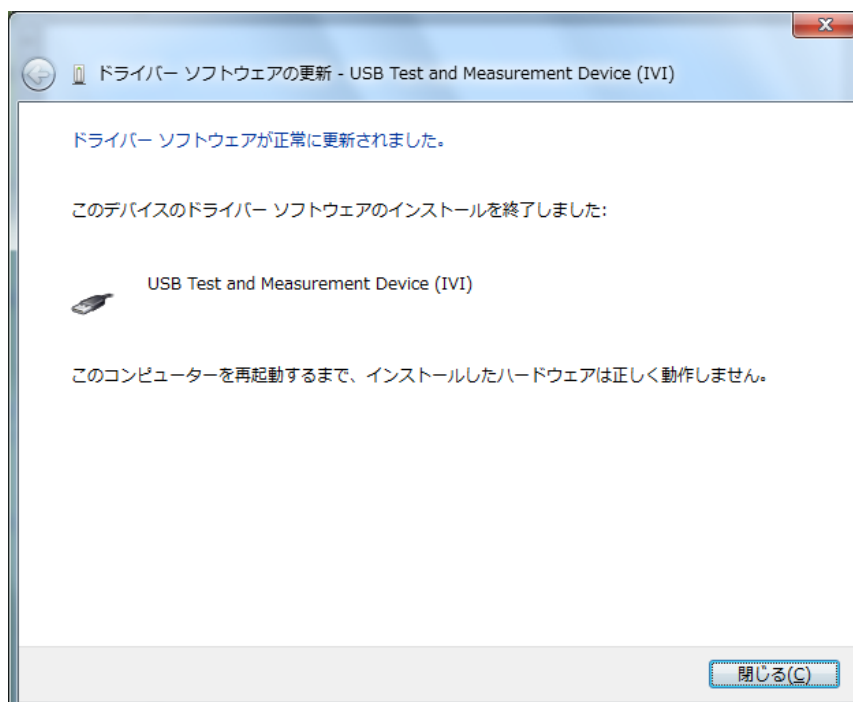

図 2-6
- ⑥ 「閉じる」を押して、ドライバの変更作業が完了です (図 2-6)
- ⑦ 再起動を要求された場合はコンピューターを再起動させてください